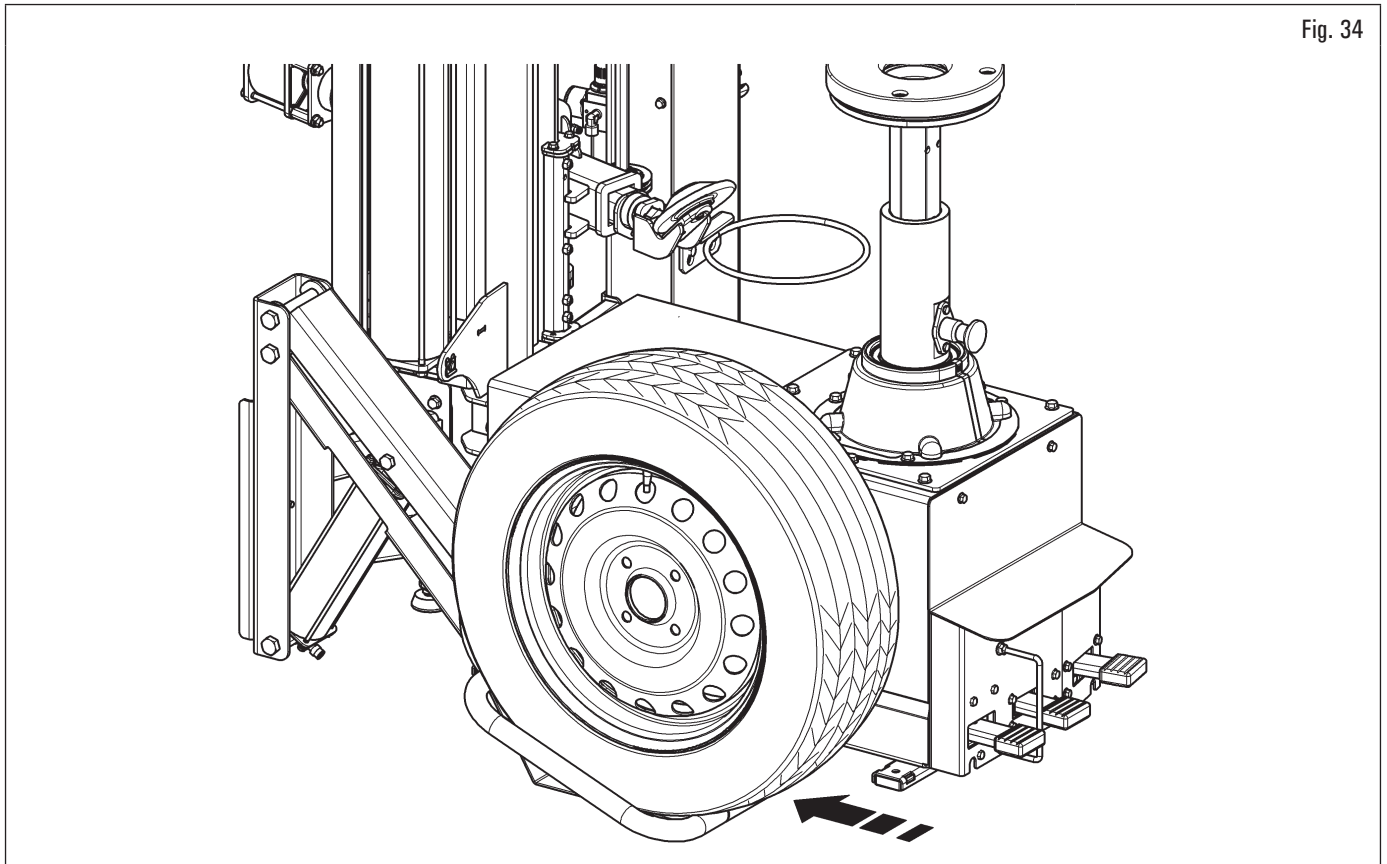
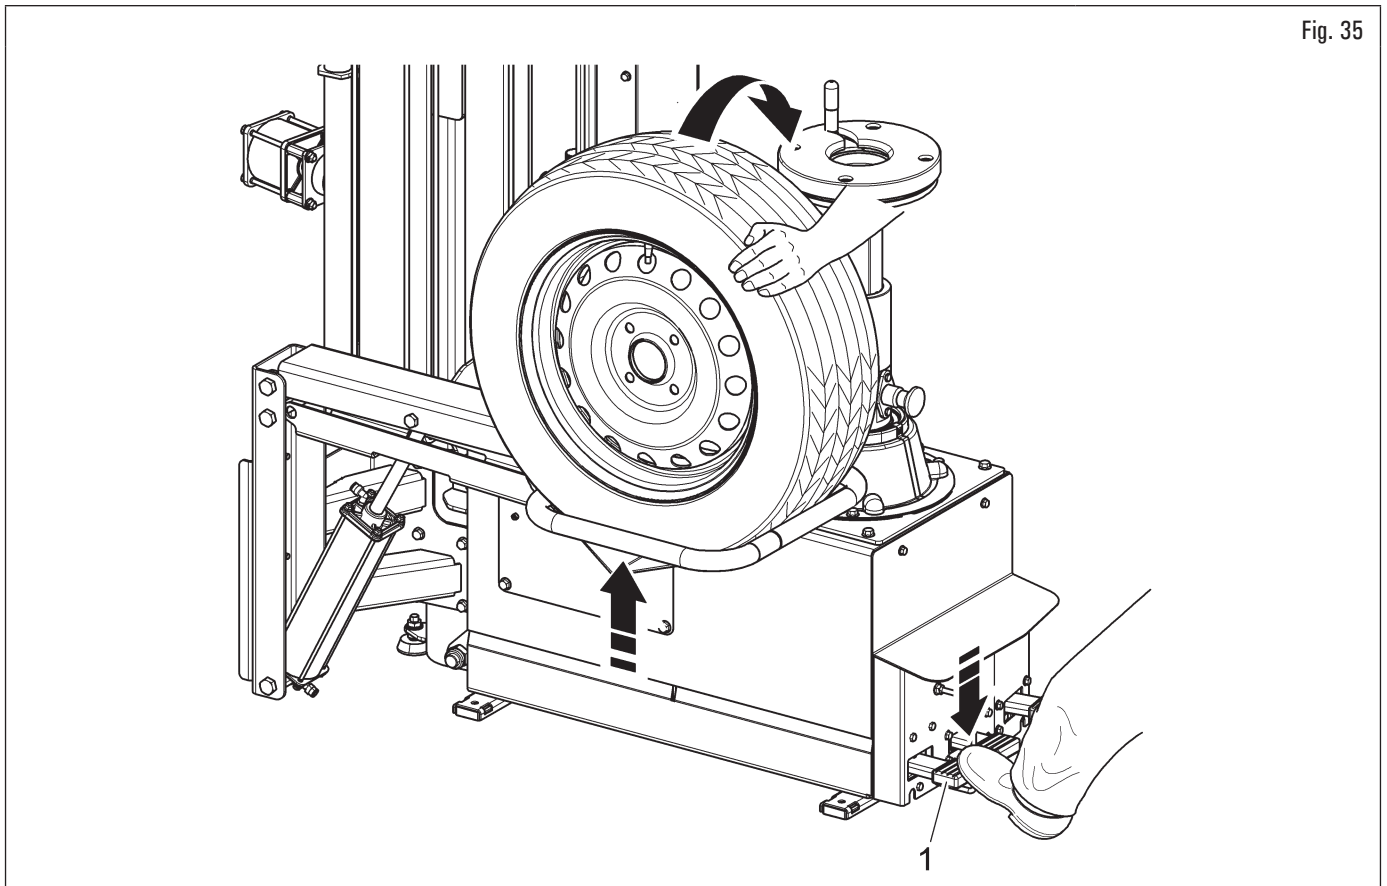

Fig. 34
Fig. 35
1. Après avoir placé une roue sur le plat de soulèvement (voir Fig. 34), appuyer sur la pédale d'actionnement de l'élévateur (Fig. 35 réf. 1) vers le bas et porter la roue à une hauteur que permet son déplacement sur le mandrin en accompagnant d'une main (voir Fig. 35) ;
5. soulever le plat de soulèvement en appuyant de nouveau la pédale vers le bas (Fig. 35 réf. 1) ;